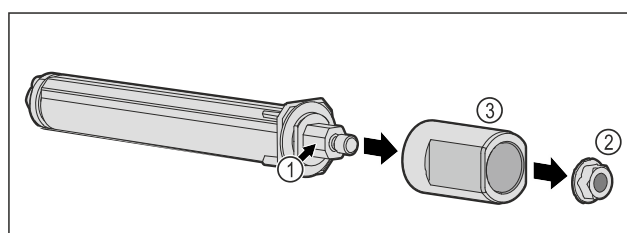

Fig. 54
- Nerozebírejte uzavírací systém dvířek Fig. 54 (1).
- Odstraňte matici Fig. 54 (2).
- Vyjměte objímku Fig. 54 (3).